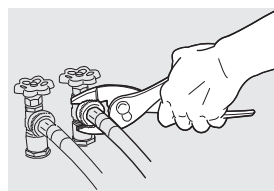

Fig. 6
6. Serrez à la main jusqu'à ce qu'ils soient bien serrés. Serrez ensuite chaque raccord d'alimentation de $\frac{3}{8}$ de tour à l'aide de pinces. Ne pas plier, tordre, ni pincer les tuyaux d'entrée d'eau. (Fig. 6).